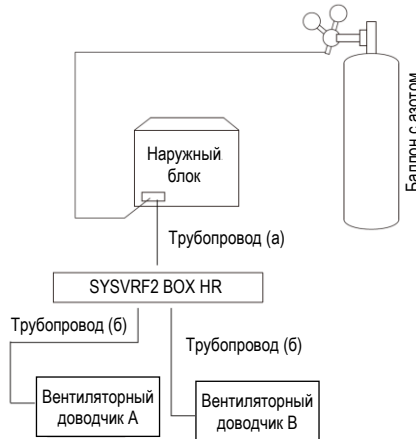

Рис. 5-16
- б) Выполните пайку трубопровода хладагента и разветвителей между наружными блоками и электронно-распределительным блоком SYSVRF2 BOX HR (трубопровод (а) на рис. 5-16), но не подсоединяйте трубопровод (а) к блоку SYSVRF2 BOX HR.